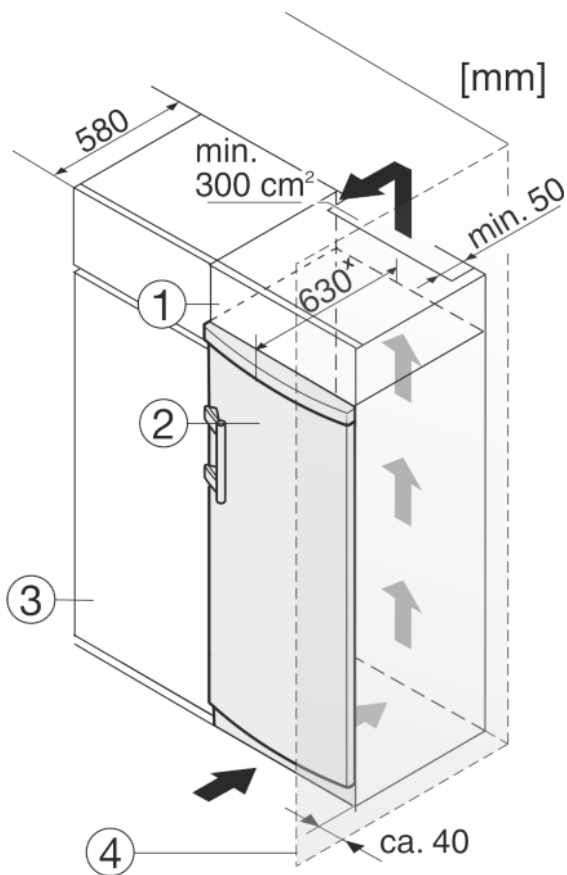

Fig. 9
Устройство может быть окружено предметами кухонной обстановки. Чтобы уравнивать устройство *Fig. 9 (2)* по высоте с кухонной стенкой, можно установить над устройством соответствующий дополнительный шкафчик *Fig. 9 (1)*.
При комбинировании с кухонными шкафами (глубина макс. 580 мм) устройство можно установить непосредственно рядом с кухонным шкафом *Fig. 9 (3)*. Устройство выступает сбоку на 34 мм\* и по центру на 50 мм\* относительно передней стенки кухонного шкафа.
Если устройство установлено на шарнирах у стены *Fig. 9 (4)*, то расстояние между устройством и стеной должно быть не менее 40 мм. Настолько выступает ручка при открытой дверце.